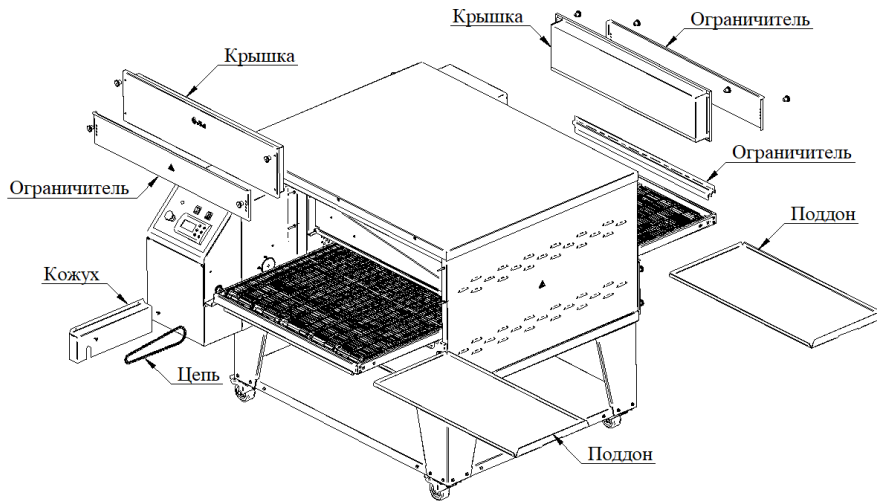

Рис. 11
1. Вынуть конвейер из корпуса изделия: для этого необходимо снять кожух привода, открутив два винта М5. Снять поддоны с конвейера, верхние крышки, ограничители с корпуса, открутив гайки М6. Снять ограничитель (см. Рис. 11).